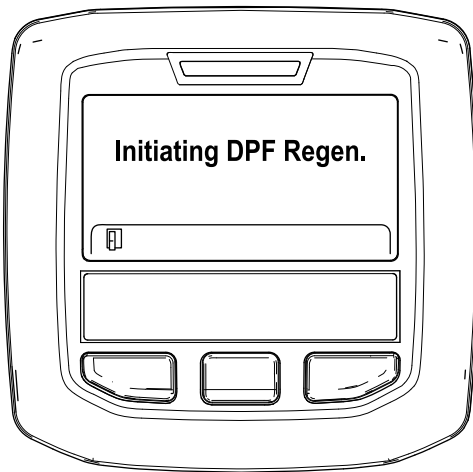

Figura 53
- A. Se muestra el mensaje “Initiating DPF Regen.” (Iniciando regeneración de DPF) (Figura 53).